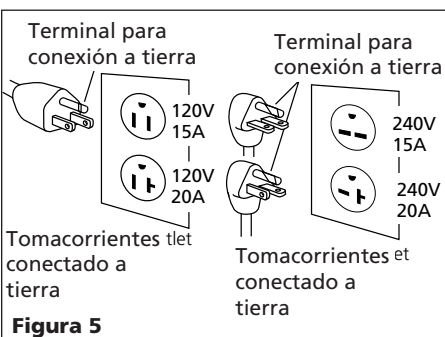

Figura 5
1. Si no está familiarizado con el enchufe del cordón eléctrico o si éste no entra en el tomacorrientes, la Figura 5 le muestra los diferentes enchufes necesarios según el voltaje de la unidad.